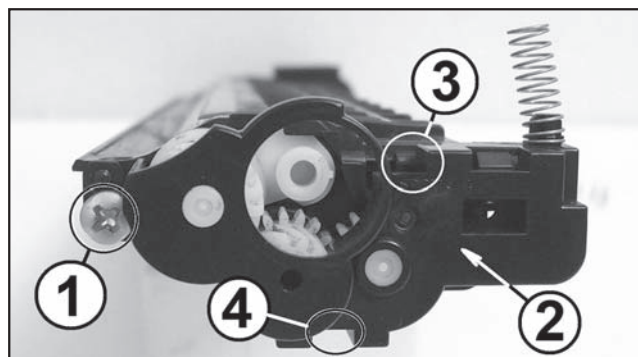

Рис. 49
1. Располагают узел проявки левой стороной (шестернями) к себе. Откручивают саморез (1 на рис. 49) крепления крышки (2) редуктора узла. Освобождают фиксаторы (3 и 4) на нижней и верхней сторонах